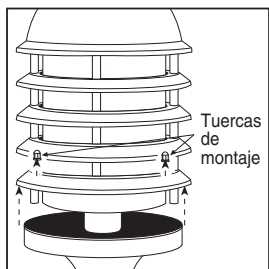

Figura 11
- i. Para una unidad de lumbreira pequeña, destornille las tuercas de montaje en el extremo inferior. Levante ligeramente la caja de la unidad, coloque la bombilla y reinstale la caja con las tuercas de montaje. (Vea la figura 11)